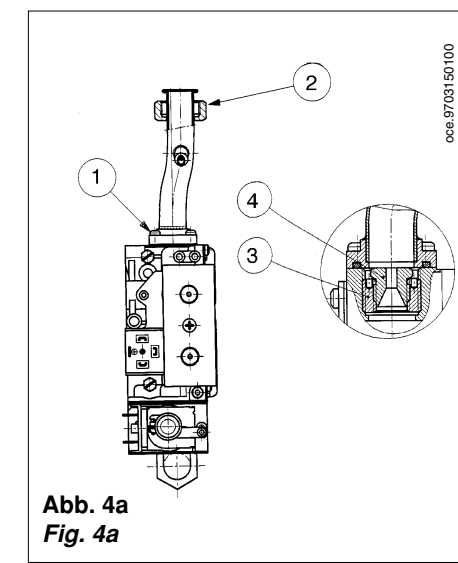

Abb. 4a Fig. 4a
- rimuovere il tubo alimentazione gas togliendo le viti 1 e svitando il dado 2 (fig. 4a)
- avvitare l'ugello diaframma Ø 4,3 mm (4 fig. 4a) sulla ghiera diaframma (3 fig. 4a)
- inserire sull'alloggiamento della valvola gas la ghiera diaframma (3 fig. 4a)